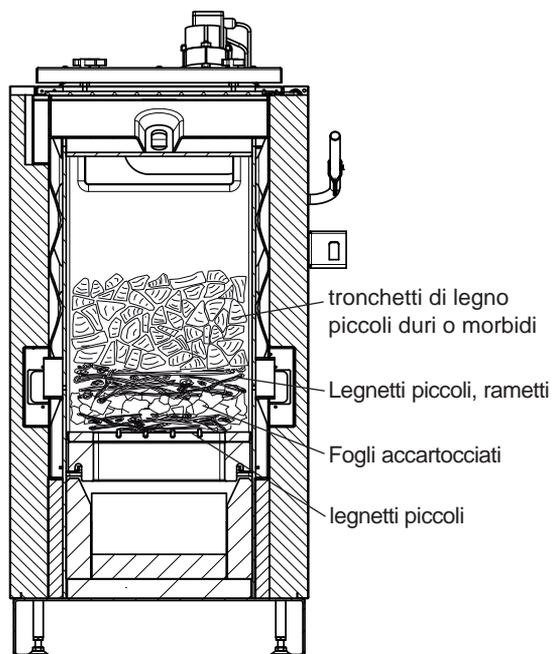

Fig. 12 Caricamento - formazione letto brace
- 6.) Riempire la camera di riempimento con **uno strato di paletti di legno piccoli** di dimensioni max 8 cm per 33-35 cm di lunghezza. In seguito **chiudere lo sportello** – Fig.12.